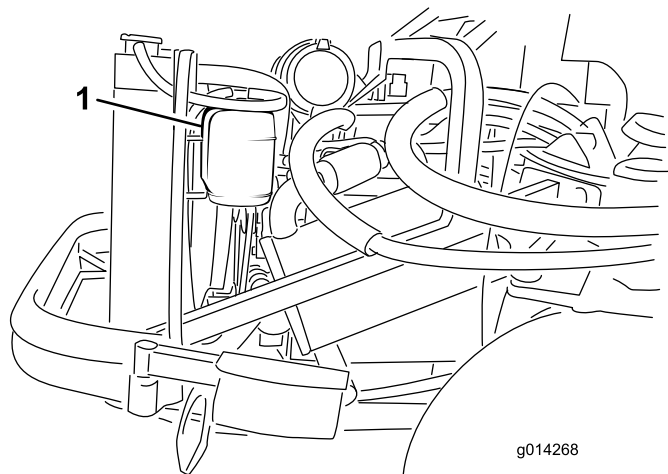

Figura 34
1. Verifique o nível de líquido de arrefecimento do depósito secundário (Figura 34). Este deve situar-se entre as marcas existentes no exterior do depósito.